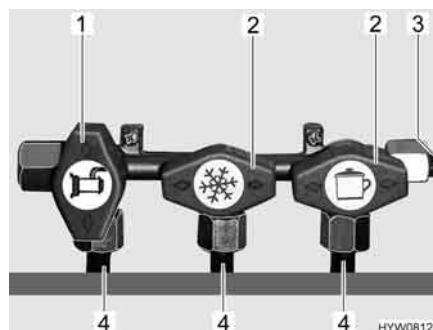

Fig. 103 Posizione dei rubinetti di arresto del gas (esempio)
- Posizionare il rubinetto di arresto del gas dell'apparecchio a gas corrispondente parallelamente (Fig. 103,1) alla tubatura (Fig. 103,4) che alimenta l'apparecchio a gas.
- Posizionare il rubinetto di arresto del gas dell'apparecchio a gas corrispondente trasversalmente (Fig. 103,2) alla tubatura (Fig. 103,4) che alimenta l'apparecchio a gas.